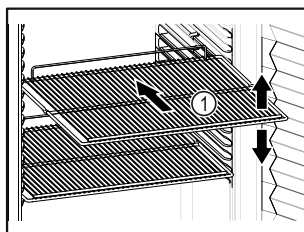

Fig. 78 Representación a modo de ejemplo
- Si los estantes de rejilla Fig. 78 (1) se pueden colocar en distintas posiciones, ajustarlos en altura.